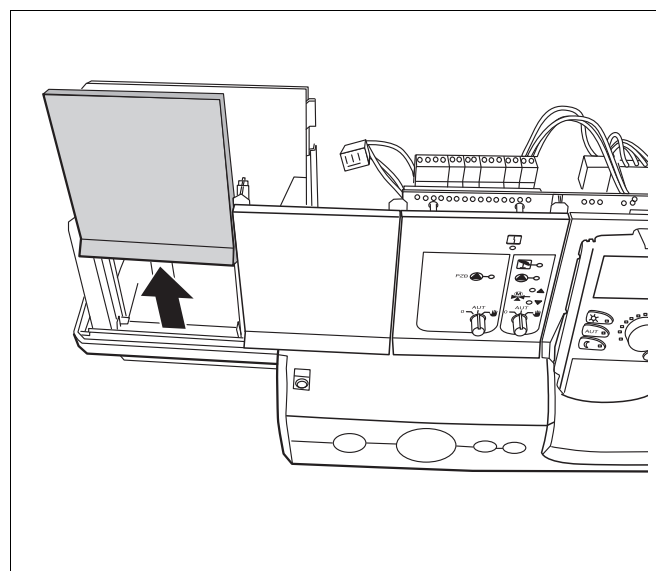

Рис. 4 Удаление заглушки
- Удалите заглушку с разъема (слот → Рис. 4), в который будет устанавливаться функциональный модуль.